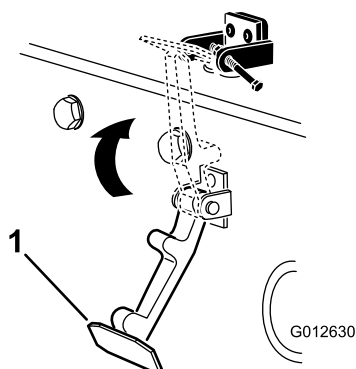

Figura 8
7. Prenda o trinco no suporte do trinco do capot (Figura 8).